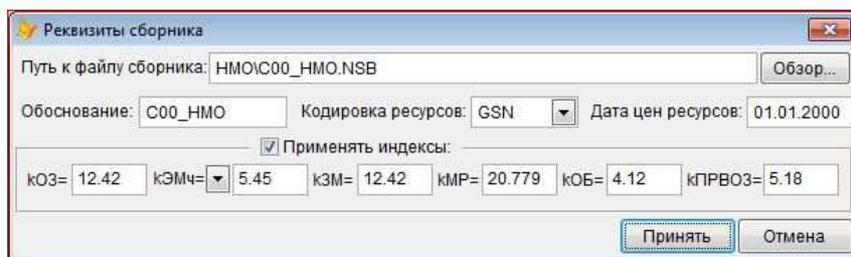

Рис. 2. Окно для выбора сборника и редактирования условий его применения
3. Изменить параметры использования сборника можно кнопкой "Реквизиты сборника" **🔧**. При нажатии на эту кнопку появляется окно, показанное на Рис.2: